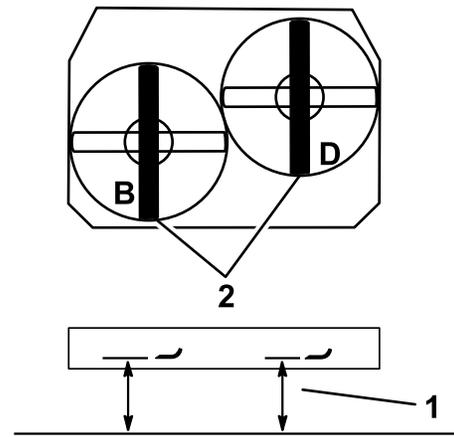

Figure 81
- Mesurez et notez la distance au point **B** entre la surface plane et le tranchant de la pointe de la lame gauche (Figure 81).
- Mesurez et notez la distance au point **D** entre la surface plane et le tranchant de la pointe de la lame droite (Figure 81).
**Remarque:** La mesure au point **B** doit être égale à 3 mm près à la mesure au point **D** (Figure 81). Si ce n'est pas le cas, passez aux opérations suivantes.